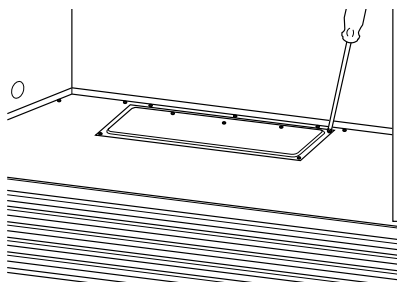

Figura 10 - Extracción del panel de acceso del soplador
1. Retire el panel de acceso del soplador (consulte la Figura 10).